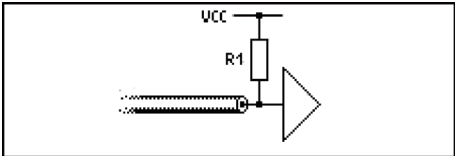

图 7-33 电源 VCC 端并联电阻的终止模式
- **Parallel R to VCC**：电源 VCC 端并联电阻，如图 7-33 所示。电源 VCC 接收输入端并联的电阻是和传输线阻抗相匹配的。对于线路信号反射，这是一种比较完美的终止条件，但也将不断有电流流过这个电阻，这增加了电源的消耗，将导致低电压电平的升高，该幅值将根据电阻值的不同而变化，将有可能超出在数据区定义的操作条件。